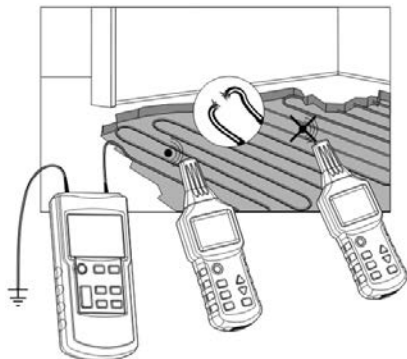

Fig.13a
- Alla oanvända ledningar måste jordas enligt fig. 13a.
För en applikation med bara en sändare, se fig. 13a.